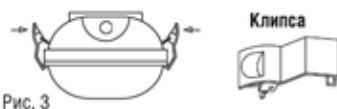

Рис. 3
6. Установите светодиодные лампы T8 (в комплект не входят) в ламподержатели. Закрепите рассеиватель клипсами, как показано на Рис. 3.